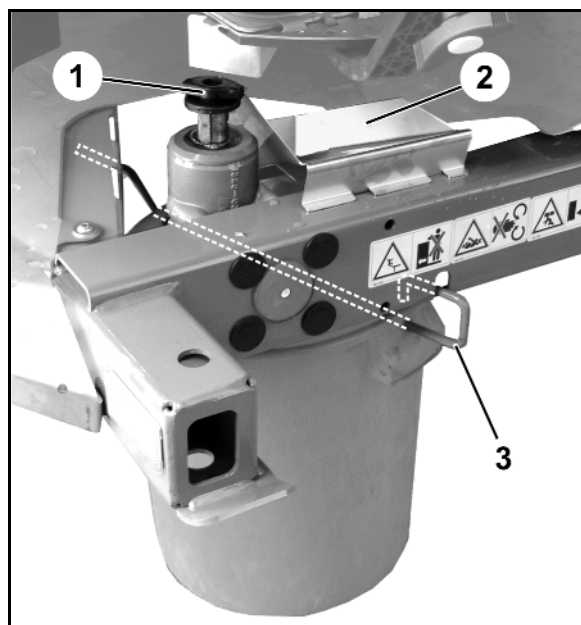

Fig. 39
1. Remove the wing nut (Fig. 39/1).